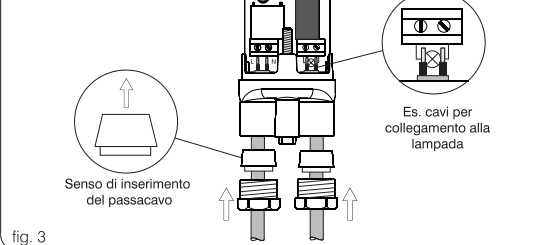

fig. 3
- forare la membrana dei gommini passacavo di guarnizione ed inserirli sui cavi (fig. 3);